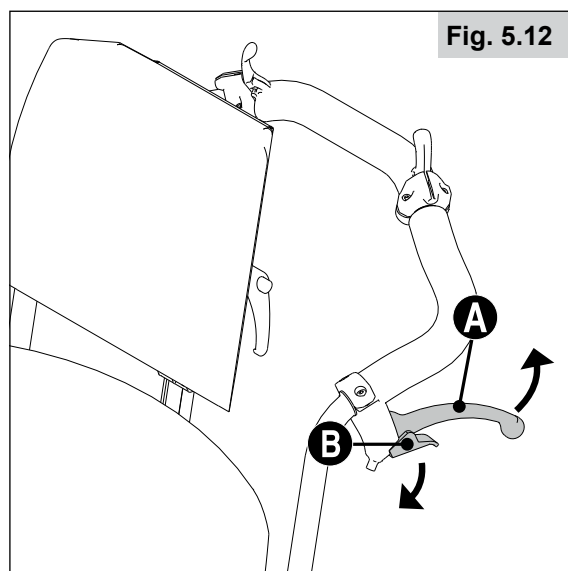

Fig. 5.12
Les freins tambour permettent à l'accompagnateur de freiner en toute sécurité et de manière aisée. Ils peuvent être également montés avec un levier de verrouillage (B) pour éviter qu'ils ne se desserrent accidentellement. Vous devez entendre le clic du levier de blocage lors de son enclenchement. Le gonflage des pneus n'a aucune incidence sur les freins tambour (Fig. 5.12).